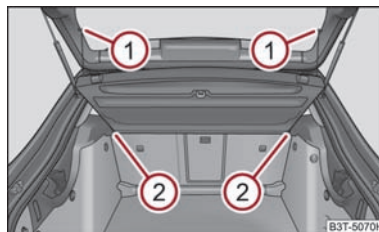

Abb. 85 Ausbau der Gepäckraumabdeckung
- Hängen Sie die Haltebänder aus ① ⇒ Abb. 85.
- Ziehen Sie die Abdeckung aus der Halterung ② horizontal nach hinten heraus.
- Beim Wiedereinbau schieben Sie zuerst die Gepäckraumabdeckung in die Halterung ② und hängen dann die Haltebänder ① an der Gepäckraumklappe ein.